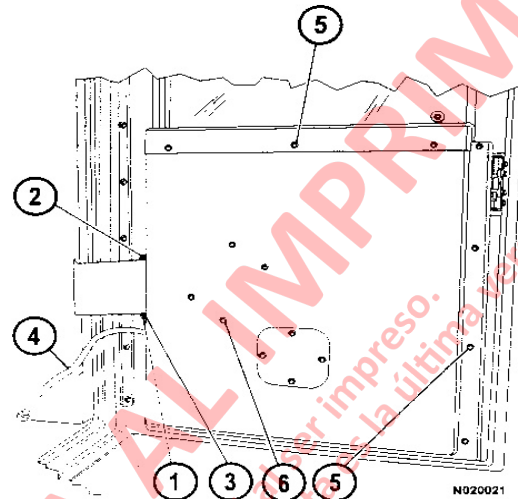

FIGURA 2-6
- a. Saque el sujetador de horquilla (1, Figura 2-6) y el perno (2) de la banda de retención de la puerta más cercano a la puerta.
- b. Saque 2 pernos (3), que sujetan el soporte de la banda de la puerta a la puerta.
- c. Desconecte el arnés de cableado (4) del regulador de la ventana.
- e. Antes de sacar todos los pernos de montaje del panel de la puerta, apoye el panel para evitar que se caiga el conjunto. Saque 15 pernos de montaje (5).
Quite el sujetador de horquilla (1, Figura 2-6) y el perno (2) de la banda de retención que está junto a la puerta.
23. Alinee la abertura de la banda de retención de la puerta con los orificios en el soporte, e instale el perno. Instale el sujetador de horquilla. Vea la Figura 2-6.
2. Lleve el conjunto del panel interior a una zona de trabajo donde se pueda reemplazar el regulador de la ventana. Saque los 4 pernos de montaje. Vea 6, Figura 2-6.